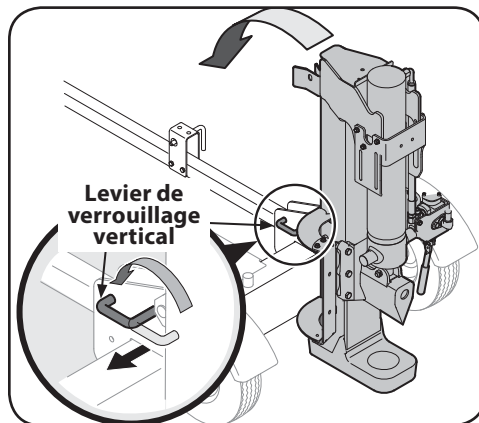

Figure 3-3
12. Retirez le levier de verrouillage vertical de la poutre et tournez-le. Faites pivoter la poutre en position horizontale jusqu'à ce qu'elle s'enclenche pour éviter tout pincement. Voir Figure 3-3.